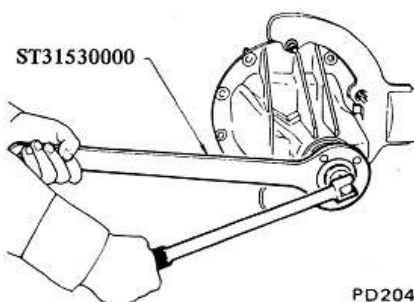

Fig. PD-69 Dépose de l'écrou du pignon d'attaque
2. Déposer l'écrou du pignon d'attaque au moyen de la clé spéciale ST31530000 et dégager la contre-bride au moyen d'un extracteur normal. Voir figure PD-69.